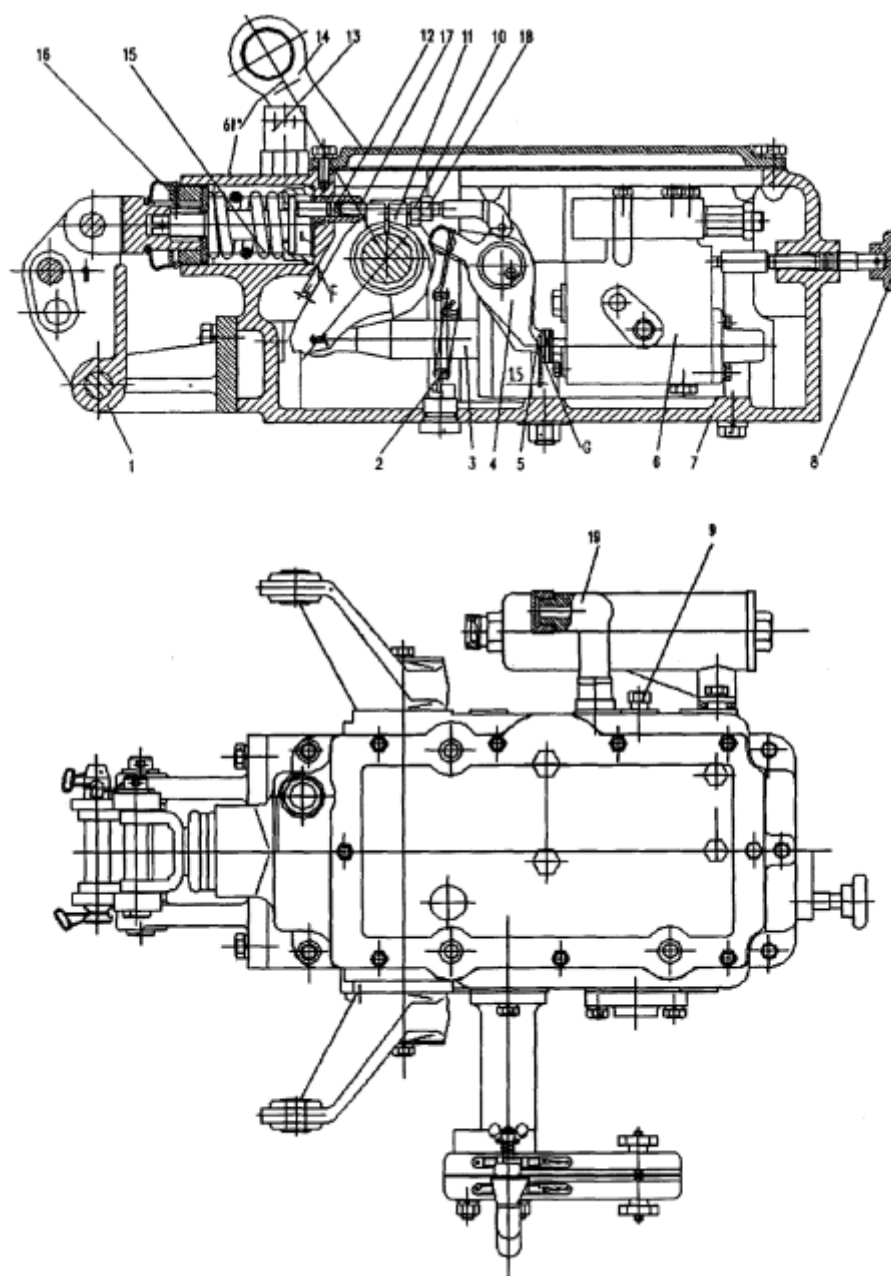

Рисунок 3-15 Сборка подъемника
3.4.2 Регулировка рычага регулятора тяги и кулачка положения тяги подъемника (рис. 3-15)